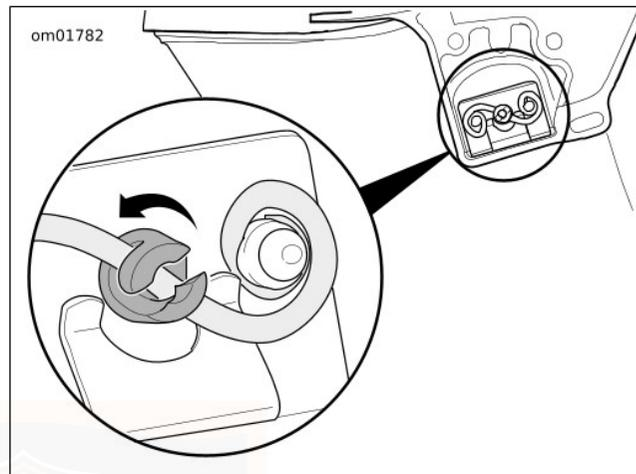

Abbildung 60. Einbau der Befestigungsbolzen (Detailansicht)
3. Siehe Abbildung 60. Die Befestigungsbolzen nach innen drücken und eine Vierteldrehung im Uhrzeigersinn drehen, um den Drahtbügelverschluss einzurasten.